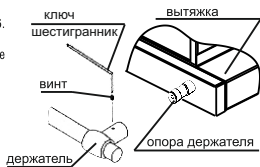

рис. 6
- После установки вытяжки, необходимо прикрепить рейлинг рис. 6.